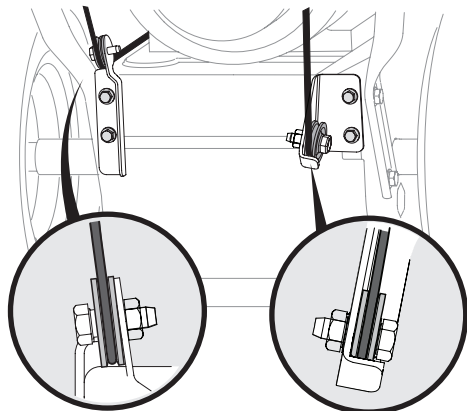

Рис. 7 Положение тросов на роликах
- пропустите тросы через ролики на кронштейнах рамы снегоотбрасывателя (Рис. 7);